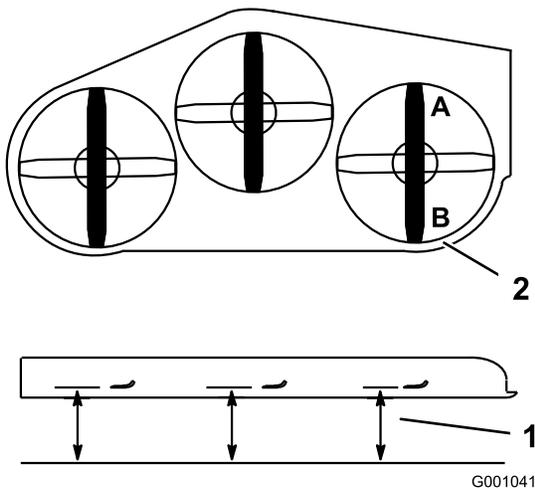

**Figura 84**
2. Localize as placas em U na plataforma do lado do motor (Figura 84).
3. Desaperte a placa em U num dos lados e ajuste-a para cima ou para baixo de forma a que a diferença entre as medidas **B** e **C** não seja superior a 6 mm (Figura 84).